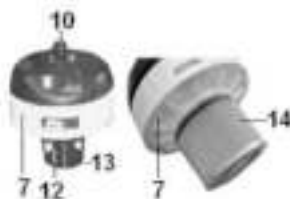

Рис.3
После любой очистки установите фильтры на место за ручку (10) правильно установите секцию электродвигателя (7) на бак (4) и заблокируйте два замка (11) (Рис.2). Следите за тем, чтобы поплавковый предохранительный клапан (12) (Рис.3) свободно перемещался в корпус фильтра (13) и при установке секции электродвигателя (7) на бак (4) находился в нижней части корпуса фильтра (13).